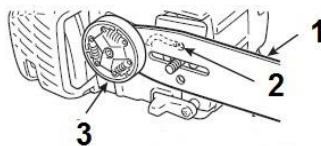

Fig. 24
- Pulire la scanalatura della barra (Fig. 24-①) con un cacciavite piccolo.
- Pulire il foro dell'olio (Fig. 24-②) con un filo d'acciaio.
- Controllare l'ingranaggio (Fig. 24-③) e pulire l'area di montaggio della barra prima di rimontarla o sostituirla.